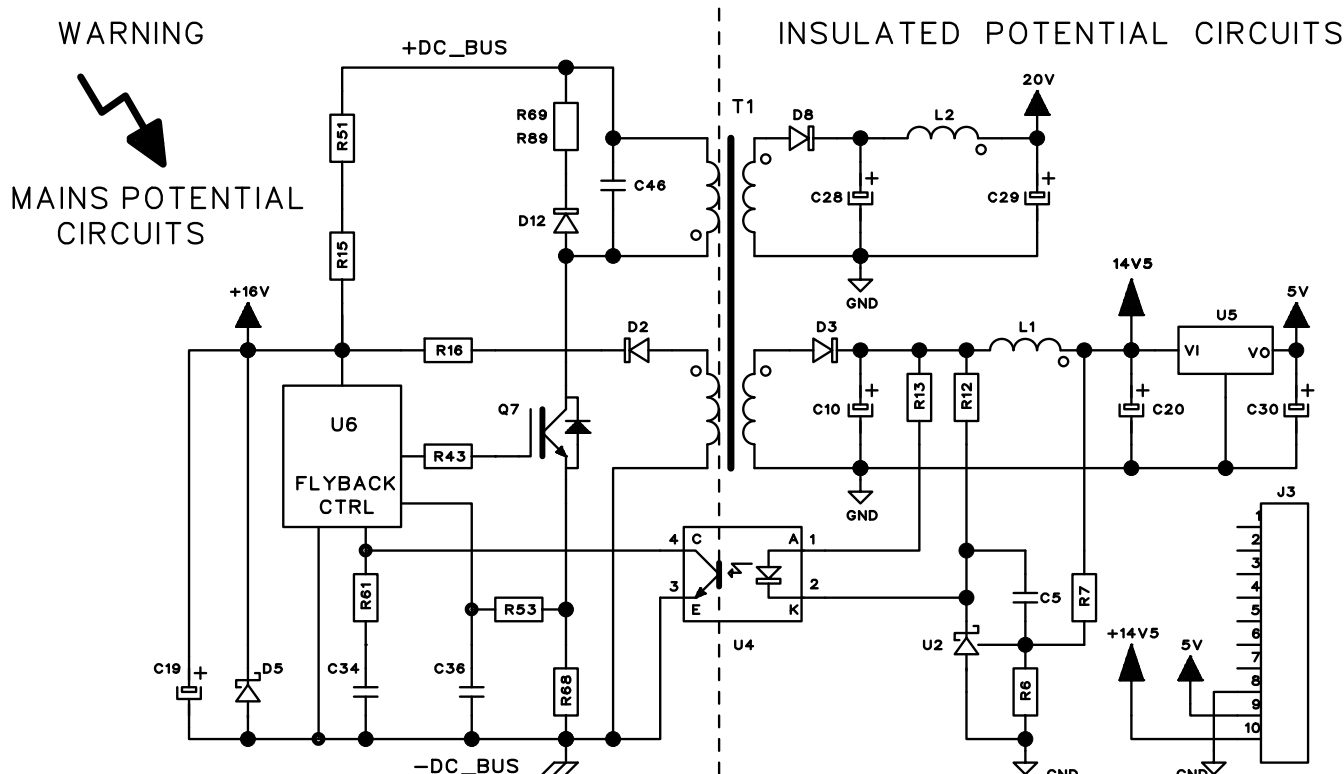

Fig. 2.3.2
Collegato direttamente ai condensatori-DC, un convertitore flyback, presente sulla scheda potenza (15), genera le tensioni di alimentazione di tutti i circuiti del generatore. Queste tensioni sono misurabili sul connettore J3 e sul catodo dei diodi D8 e D5, su scheda potenza (15), come indicato in Fig. 2.3.2.
- Scheda potenza (15), connettore J3, terminali:
- 8(-) - catodo D8(+) = +20 Vdc,come indicato in Fig. 2.3.2 (alimentazione circuiti della scheda potenza (15)).